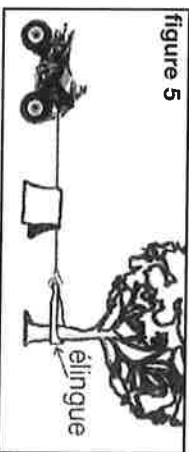

figure 5
11. Lorsque vous tirez une charge très lourde, il est recommandé d'installer une toile épaisse (p. ex. une couverture ou une bache) sur le câble métallique à proximité du crochet (figure 5). Si le câble venait à se rompre, la toile empêcherait le câble de fouetter l'air.